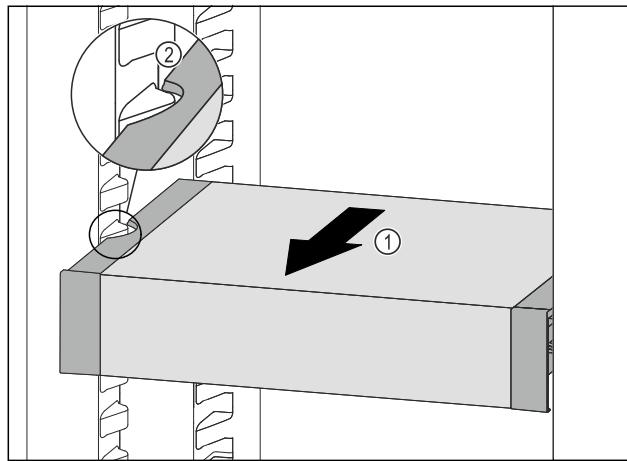

Fig. 111
- Predal VarioSafe povlecite naprej Fig. 111 (1), dokler nista stranska izreza predala VarioSafe na višini nastavka za posodo v hladilniku. Fig. 111 (2)